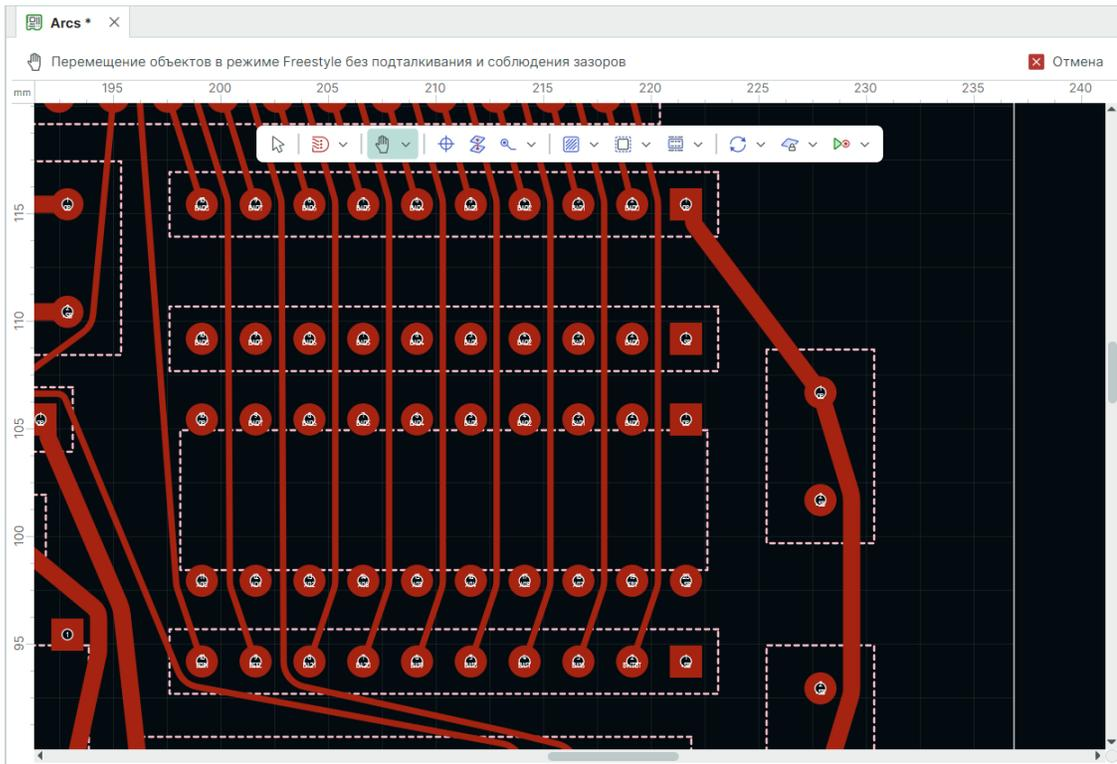

Рис. 409 Перемещение проводников в режиме Freestyle
1.3. После отпускания кнопки мыши выделенный проводник и проводники перед ним будут переброшены за контакты, см. Рис. 409.